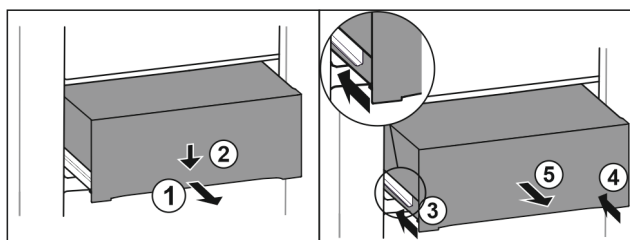

Fig. 125
- Predal izvlecite do polovice. Fig. 125 (1)
- Predal na sprednji strani potisnite navzdol. Fig. 125 (2)
- Levo vodilo potisnite približno 2 cm noter. Fig. 125 (3)
- Desno vodilo potisnite približno 2 cm noter. Fig. 125 (4)
- Predal vzemite ven v smeri naprej. Fig. 125 (5)